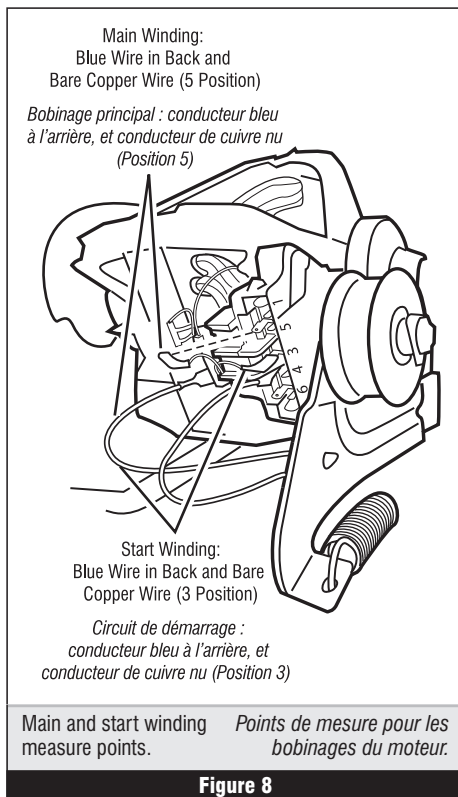

Figure 8
6. Remove the bare copper wire terminal from pin 5 of black drive motor switch. See figure 8, page 8.
7. Using figure 8, check for the resistance values of the motor's Main and Start winding coils as shown in the following table.
6. Débrancher le connecteur du conducteur de cuivre nu de la broche 5 du contacteur noir du moteur. Voir figure 8, page 8.
7. Consulter la figure 8 – mesurer les valeurs de résistance des bobinages du moteur (bobinage principal et bobinage de démarrage). Voir le tableau suivant.